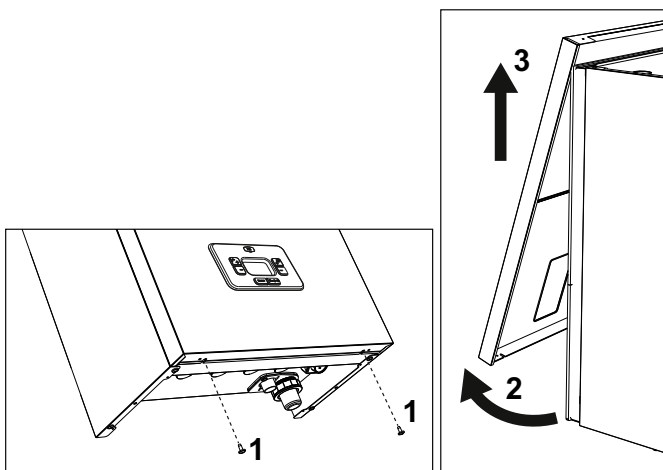

fig. 30- Apertura del panel frontal
1. Desenrosque los tornillos “1” (véase fig. 30).